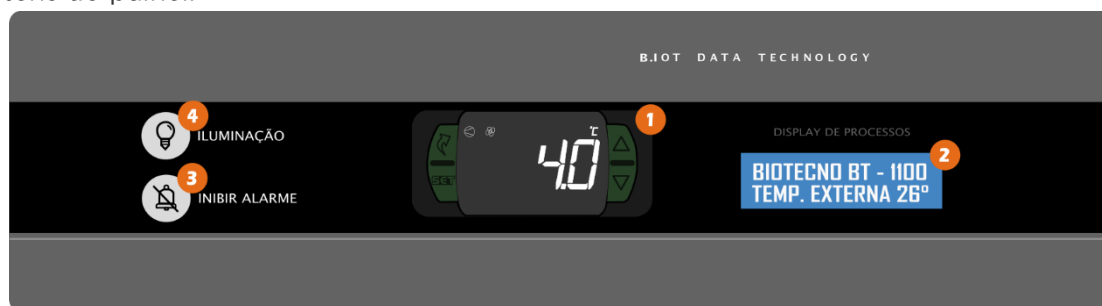

Figura 3-Painel Frontal.
O display frontal (Figura 3-Item 2) tem como função informar o status do equipamento, mostrando percentual estimado de bateria, estado dos atuadores e estado de energia. São eles:
Irã soar um bip intermitente sempre que a temperatura estiver acima ao limite superior, isto somente ocorrerá após o término da carga da bateria ou se a porta ficar excessivamente aberta. Pressione a tecla  para inibir o alarme por 15 minutos (Figura 3 - Item 3).
Irã soar um bip intermitente sempre que a temperatura estiver abaixo do limite inferior. Pressione a tecla  para inibir o alarme por 15 minutos (Figura 3 - Item 3).
Sempre que a porta permanecer aberta por mais de 50 segundos irá soar um bip intermitente, utilize a tecla  para inibir o alarme (Figura 3- item 3).